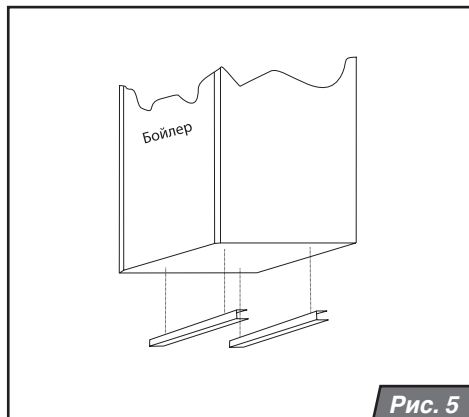
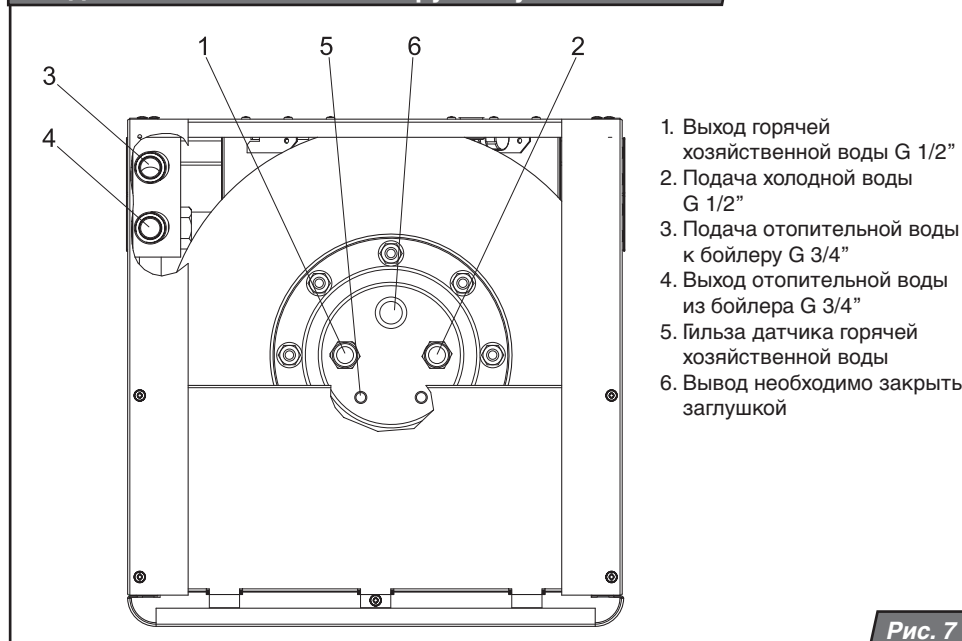

Рис. 5
Рис. 7
Бойлер устанавливается таким образом, чтобы его фланец с выводами были направлены вверх. Если бойлер устанавливается на пол, то снизу под него подкладываются и закрепляются две опорные планки (входящие в комплект поставки) – см. рис. 5. Если бойлер под котлом закрепляется на стене, низко над полом, то планки не применяются. Сливной клапан устанавливается на вывод, расположенный в нижней части бойлера внизу передней панели, а 1/2" заглушка насаживается на свободный вывод на фланце (рис. 7 позиция 6).
8. К выводу из котла ОВ, предназначенной для нагрева накопительного бака (вторая концевка слева, если смотреть на котел прямо), присоедините бронированный шланг и подключите его к выводу для подачи ОВ в накопительный бак – см. рис. 7 (поз. 3).
9. Вывод ОВ из накопительного бака – см. рис. 7 (поз. 4) соедините с помощью второго бронированного шланга с концевкой ввода ОВ для нагрева накопительного бака в котел (четвертая слева, если смотреть на котел прямо).
10. На ввод холодной воды – см.рис. 7 (поз. 2) в накопительный бак установите предохранительный клапан с обратной заслонкой и запорный клапан. Соедините его с подачей холодной воды.
11. Соедините вывод горячей воды из накопительного бака – см. рис. 7 (поз. 1) с разводами ГВС